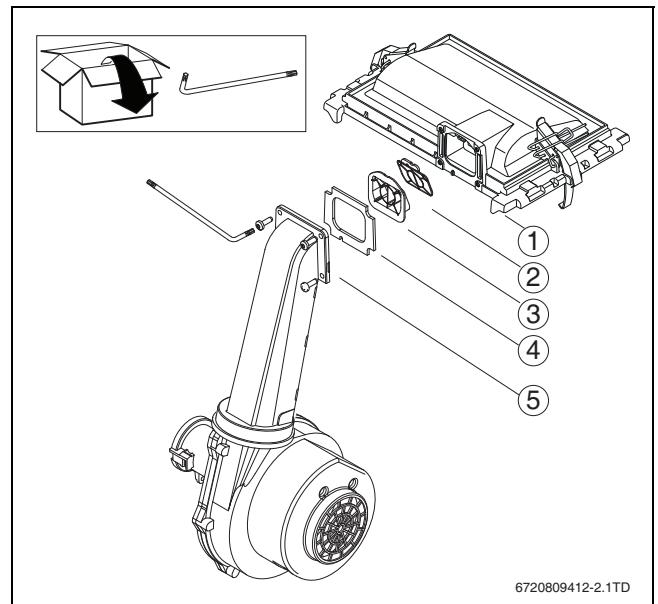

Fig. 7 Couvercle du brûleur et l'unité gaz/air
- Insérer la nouvelle soupape (→ fig. 7, [2]) dans le nouveau corps du brûleur [1].
- Insérer le nouveau support de soupape (→ fig. 7, [3]) dans le nouveau corps du brûleur.
- Insérer le nouveau joint (→ fig. 7, [4]) dans le corps du brûleur.
- Visser l'unité gaz-air (→ fig. 7, [5]) sur le corps du brûleur (→ fig. 7, [1]).